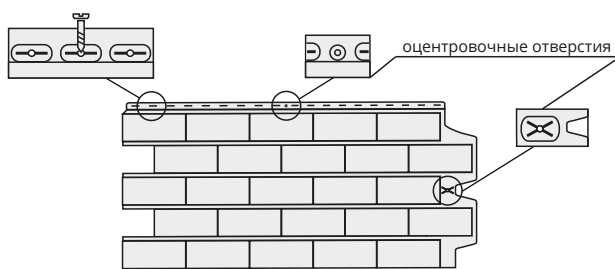

Рис. 2
3. Саморез необходимо вкручивать точно в середину специальных овальных отверстий. На панели так же присутствуют оцентровочные отверстия, в них фиксировать саморезы не надо (рис. 2).